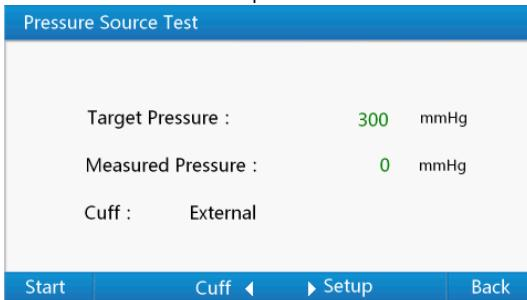

Figura 14 Interfaccia del test della fonte di pressione
- 1) Usare i tasti su o giù all'interno di "**Pressure Test Menu**" per selezionare "**Pressure Source**", quindi premere il "tasto di Invio" per accedere all'**interfaccia "Pressure Source Test"** mostrata nella Figura 14. Premendo il "tasto Indietro" in questa interfaccia è possibile tornare a "**Pressure Test Menu**". Per l'accesso rapido all'**interfaccia "Pressure Gauge Test"** è possibile utilizzare il tasto numerico "3" e quindi premere il "tasto di Invio" per accedere all'**interfaccia "Pressure Source Test"**.